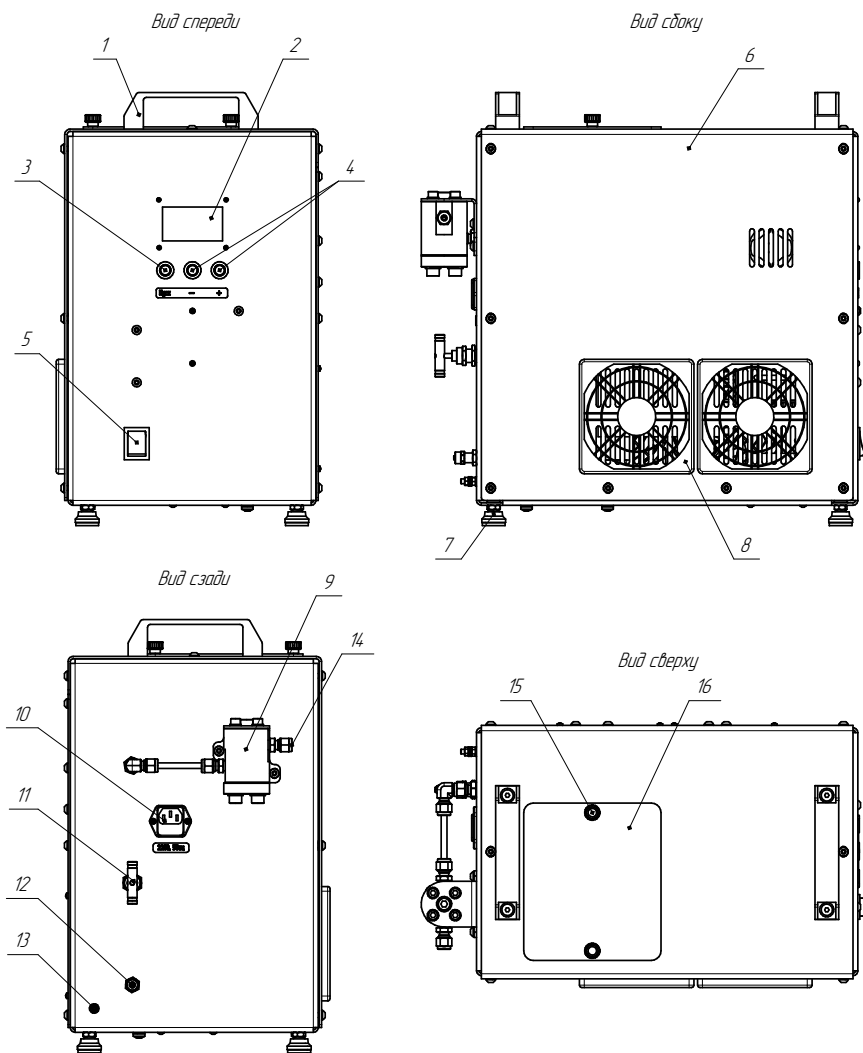
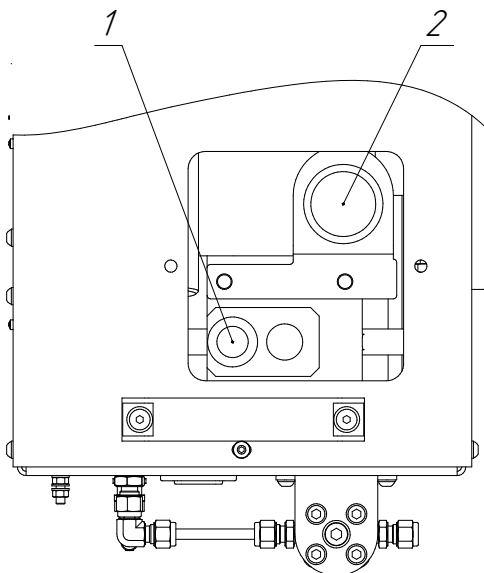

Рис.1. Компрессор K160
Рис.2 Вид сверху без люка
4.1 Внешний вид компрессора показан на Рис. 1.
6.3 Открутите винты люка 15 (рис.1), откройте люк 16, откройте заливную горловину 2 (рис.2) охлаждающей жидкости. Залейте охлаждающую жидкость до заполнения емкости.
6.5 Отожмите кнопку «Пуск/стоп» 3 (рис.1), если она нажата. Включите питание компрессора переключателем 5. Насос системы водяного охлаждения начнет работу, охлаждающая жидкость начнет уходить в систему охлаждения.
6.7 Закройте заливную горловину 2 (рис.2).
6.9 Закройте люк 16 (рис.1) и закрутите винты люка 15.
7.1 Перекройте вентиль сброса давления 11 (рис.1).
7.5 Нажмите кнопку «пуск/стоп» 3 (рис.1) для запуска компрессора. Повторное нажатие кнопки «пуск/стоп» 3 останавливает компрессор.
8.2.2 При загрязнении пылевых фильтров 8 (рис.1) — снять, очистить, установить их на место.
8.4.1 Открыть люк 15 (рис.1) на верхней панели.